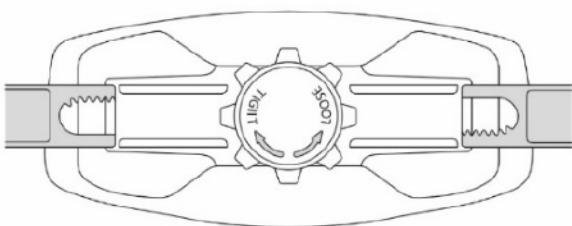

Рис. 8.2.1. Горизонтальная регулировка.
**Горизонтальная регулировка по обхвату головы** (См. рис. 8.2.1): нажмите на регулятор и поворачивайте рукоять по часовой стрелке, чтобы уменьшить размер наголовника, или против часовой стрелки, чтобы увеличить.